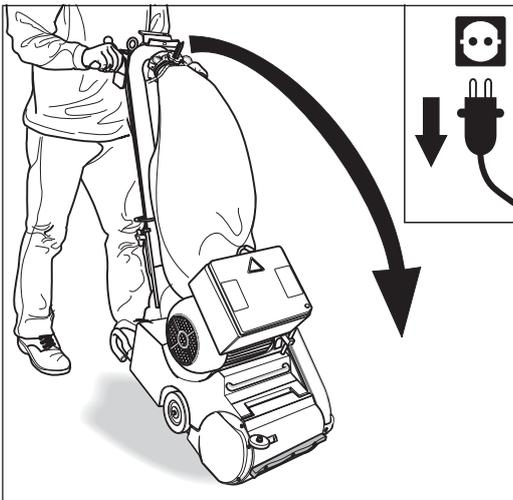
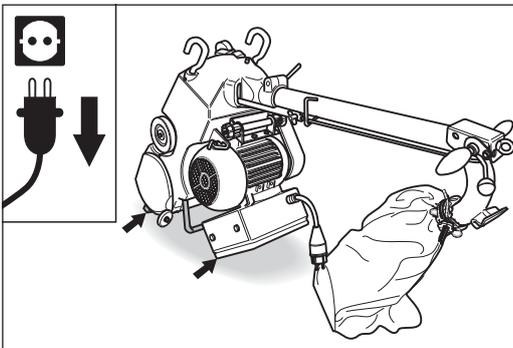

Abb. 71 Den Netzstecker aus der Steckdose ziehen und die Maschine langsam nach vorne kippen.
Abb. 72 Die Maschine vorsichtig auf dem Boden ablegen. Auf einen sicheren Stand der Maschine achten!
- 3 Kippen Sie die Maschine über den Haltebügel langsam nach vorne (Abb. 71) und legen Sie die Maschine vorsichtig auf dem Boden ab (Abb. 72). **Achten Sie auf einen sicheren Stand der Maschine!**